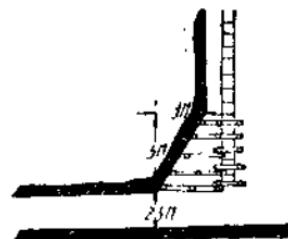
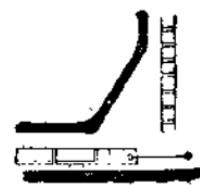

图 6
图 7
(4)康拜因若第一次从下平巷引进掌子，可在煤角上做一个三角形的缺口(如图6)，先将机器牵引到迴轉台与斜缺口的下角齐如图7，其次将机器向上牵引，再把牵引部与斜缺口上角齐如图8，然后解开連結的装煤机进行弯截盤如图9，为避免截煤部挤溜子应以木杆撑住，最后調裝煤机，如图10。